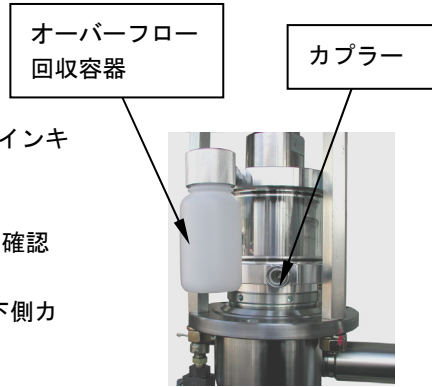

Fig.6.1
- 1) “オーバーフロー回収容器”が上側カプラーに確実に接続されているか確認してください。(Fig.6.1)